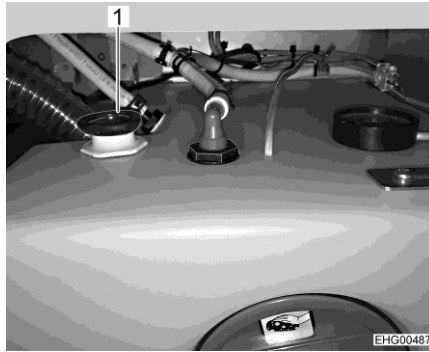

Fig. 60 Depósito de agua con tirador giratorio
- Girar el tirador giratorio (Fig. 60,1) del depósito de agua en sentido contrario a las agujas del reloj sobrepasando la resistencia, para abrir el orificio de salida completamente.